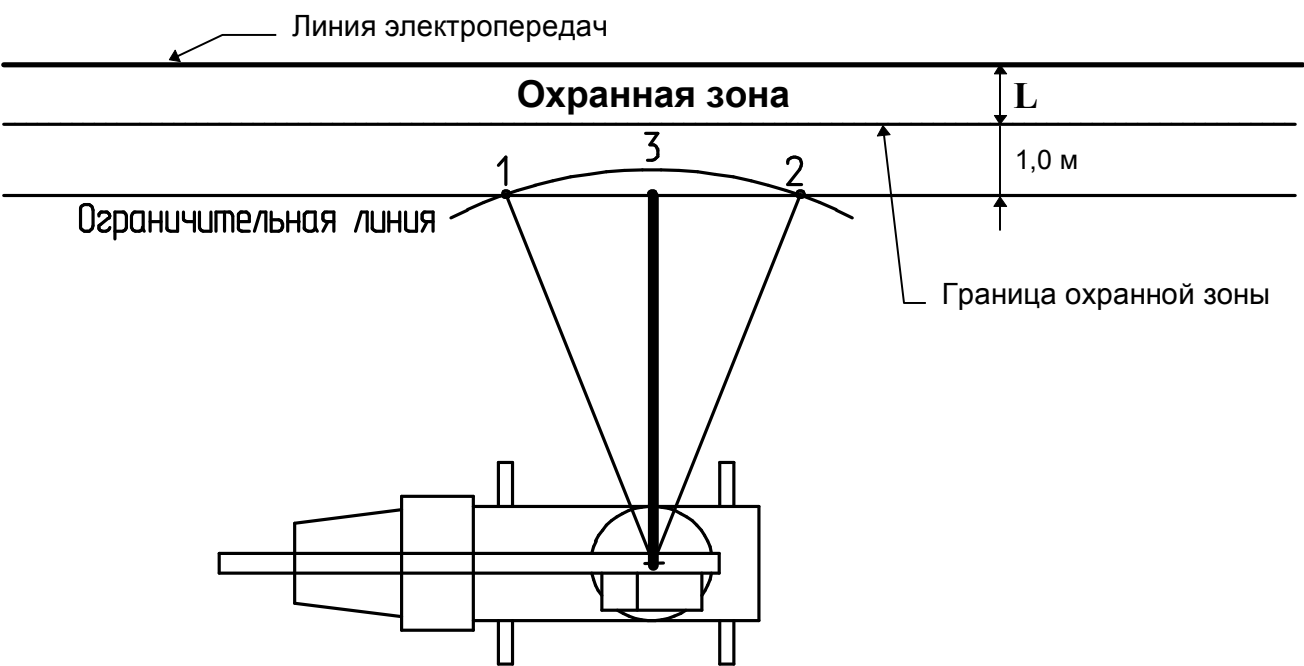

Рисунок 5 - Ввод ограничения "Стена"
3.3.6.1.1 Ввод ограничения типа "ЛЭП" ("Стена") вести в следующей последовательности (см. рисунок 5).